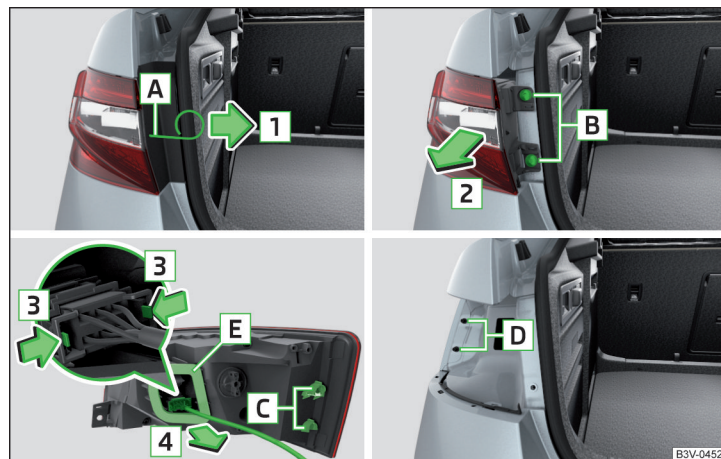

Fig. 371 Demontarea lămpii/scoaterea conectorului
- Introduceți brida pentru extragerea capacelor integrale de roată în degajarea **A** » fig. 371.
- ▶ Împingeți conectorul contrar sensului săgeții **4** » fig. 371 în blocul optic. Elementele de blocare de pe conector trebuie să se blocheze în siguranță.
- Aveți grijă ca la remontarea lămpii să nu striviți cablajul între caroserie și lampă, iar garnitura **E** » fig. 371 să fie montată corect - în caz contrar există pericolul de pătrundere a apei și de deteriorare a instalației electrice.